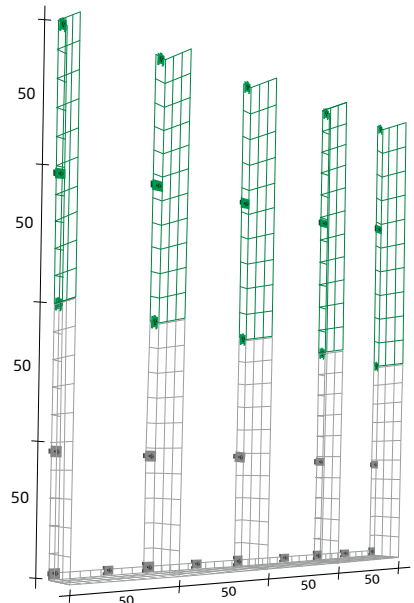

Abb. 3
- An den Stößen verbindet ein Gittermattenhalter die 2 - 3 benachbarten L-Winkel-Gittermatten. Dies gilt sowohl für die waagrecht als auch für die senkrecht angeordneten L-Winkel-Gittermatten (siehe Abbildung 3).